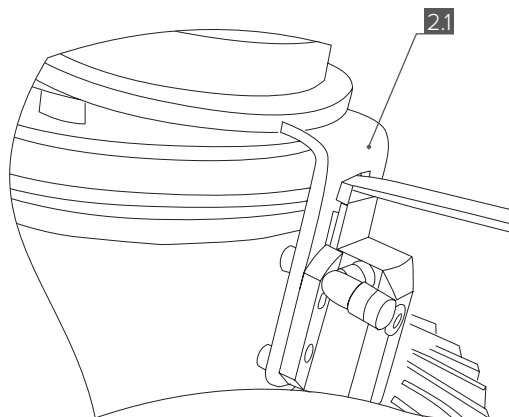

Рис. 7
4.2 Установите корпус подшипника [2.1] на блокировку. Вставьте отвертку в паз вилки привода и приподнимите корпус подшипника. Это приведёт к сжатию пружины, расположенной внутри актуатора, необходимому для установки пневматического привода (Рис. 7).